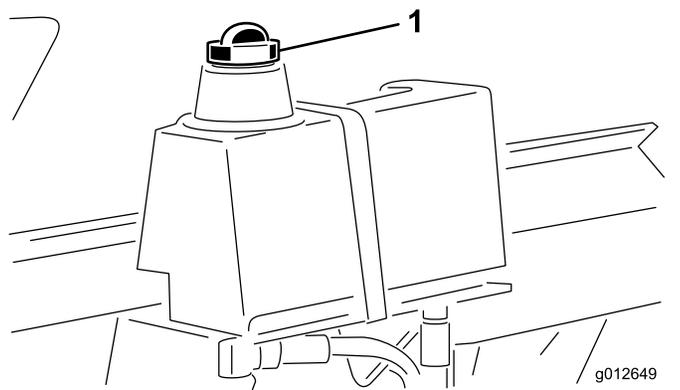

图 9
2. 清洁液压油箱加油颈和加油颈盖周围的区域图 9。从加油颈上取下盖子。